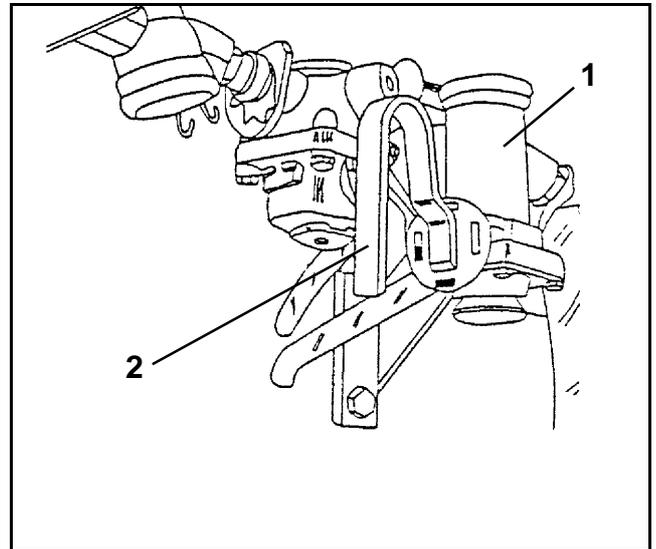

Fig. 5.7
- Antes de iniciar la marcha ajustar manualmente con la palanca (Fig. 5.7/2) el regulador de la fuerza de frenado (Fig. 5.7/1) según el estado de carga.